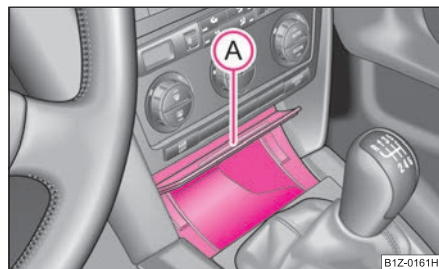

Fig. 103 Consola central, delante: Portaobjetos
- Presione la parte inferior de la tapa del compartimento portaobjetos en la zona **A** ⇒ fig. 103 – la tapa se abrirá.